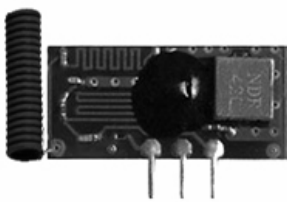
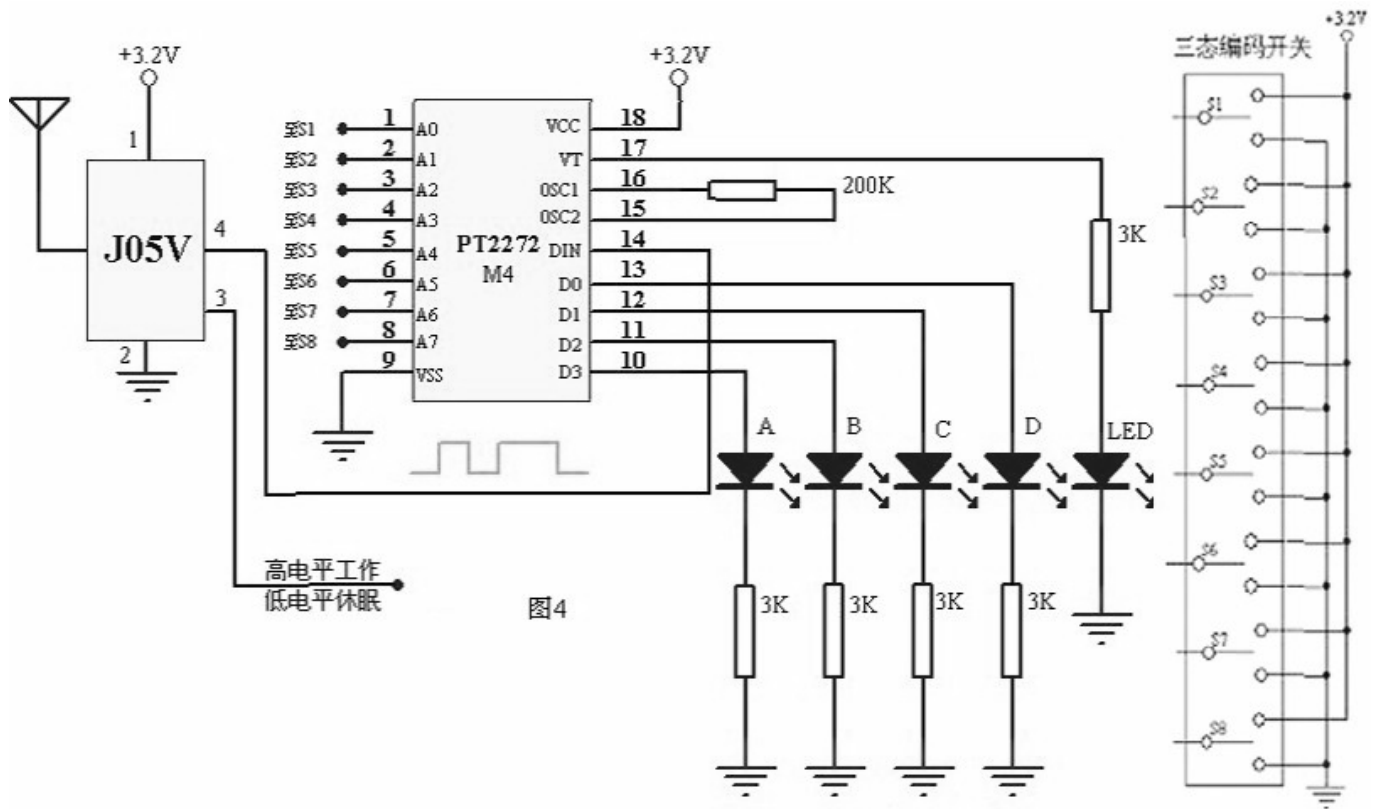

图 1
图4
• 图 1、图 2 为 F05V J05V 安装天线的外型图，图 3、图 4 为最基本的由单片机来控制收发的一则典型应用电路，需要注意 PT2262 的 14 脚 TE 端低电平维持的时间必须大于 2262 连续发送三组码的周期，2262 发码的周期与 2262 的振荡电阻有关，周期的计算详见 PT2262 资料，各种品牌的 2262 振荡电阻配套有区别，频率的计算参见厂家提供的资料。2262 的 TE 端置高后 2262 停止发码，17 脚变为低电平，F05V 进入休眠状态。2262 的 1-8 脚为三态地址编码。悬空状态码型比较好，如果没有特别要求最好不要把地址码全部置高或置低，这样容易误码。10-13 脚为数据码只有二种状态置高或置低，可以任意设置，2272 的 10-13
• 图 3、图 4 电路可以采用二节 1.5V 电池供电。最高 3.3V。F05V J05V 属于低电压器件，需要几毫安的工作电流，不适合用电阻降压。也不适合用开关电源，因为开关电源的纹波会干扰接收电路。可以采用线性电源，用低功耗（ μA 级）三端稳压器件 7132，性能优于 7805，使用与 78L05 相同，见图 5。如果对体积有要求，可采用小体积高容量的锂-亚硫酰氯电池。见图 6。这种电池体积小高能量，储存及使用寿命可以达到 10 年以上。详细资料可以到厂家的网站查询：<http://www.myjbattery.com> 7132 三端稳压器件网址：<http://www.oumeida.cn>
- F05V 和 J05V 天线匹配是否良好直接影响到收发距离。图 3 图 4 电路采用小体积螺旋天线。将天线靠近模块的边直接焊在模块的 Y 点，见图示。没有天线 F05V 和 J05V 收发效果会很差。图 3、图 4 电路加天线在开阔地参考距离大于 150 米。